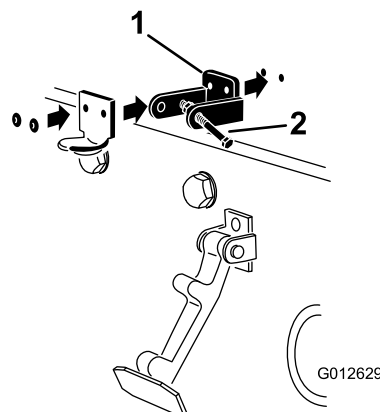

图 4
注意 锁定支架必须紧贴机罩 (图 4)。不要从锁定支架臂卸下螺栓和螺母总成。
6. 用铆钉将支架和垫圈铆定到机罩 (图 4)。